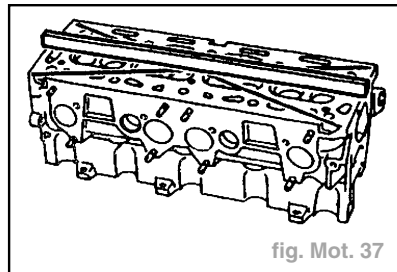

fig. Mot. 37
- Procéder au contrôle en appliquant la règle sur le plan de joint dans plusieurs sens (longueur, largeur et diagonale) (fig. Mot. 37).